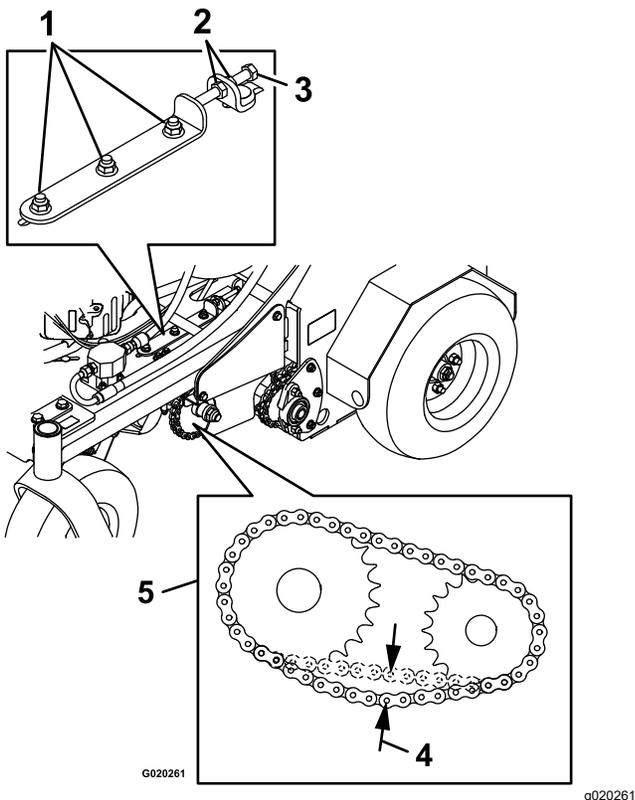

Figura 43
4. En cada lado de la máquina, afloje las 3 tuercas y pernos que sujetan el soporte de la transmisión y la placa del tensor, y las 2 tuercas que sujetan el perno de ajuste a la placa del tensor, según se muestra en la Figura 43.